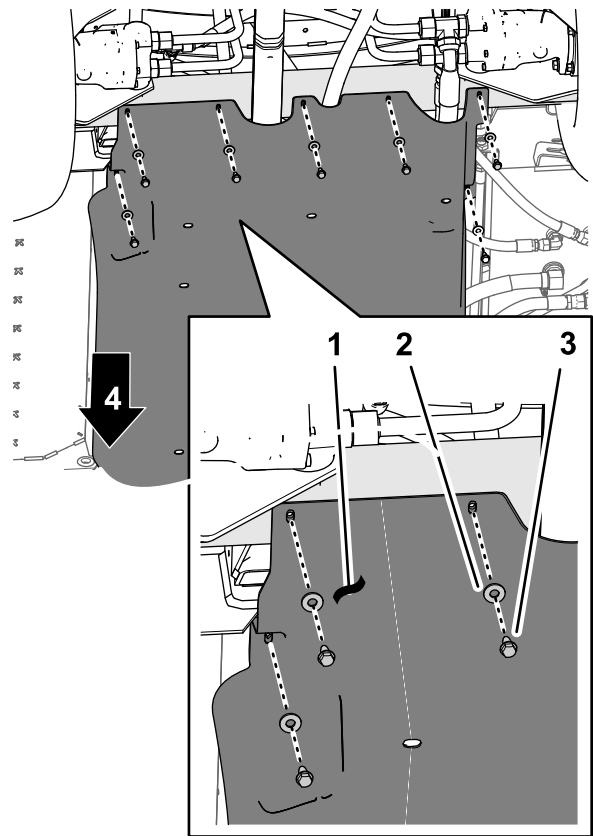

Figura 44
1. Retire os 7 parafusos com cabeça de flange (5/16 x 7/8 pol.) e as 7 anilhas (5/16 pol.) que prendem a parte de trás do resguardo do chassis inferior ao chassis da máquina (Figura 44).
4. Remova o resguardo do chassis da máquina (Figura 44 e Figura 45).